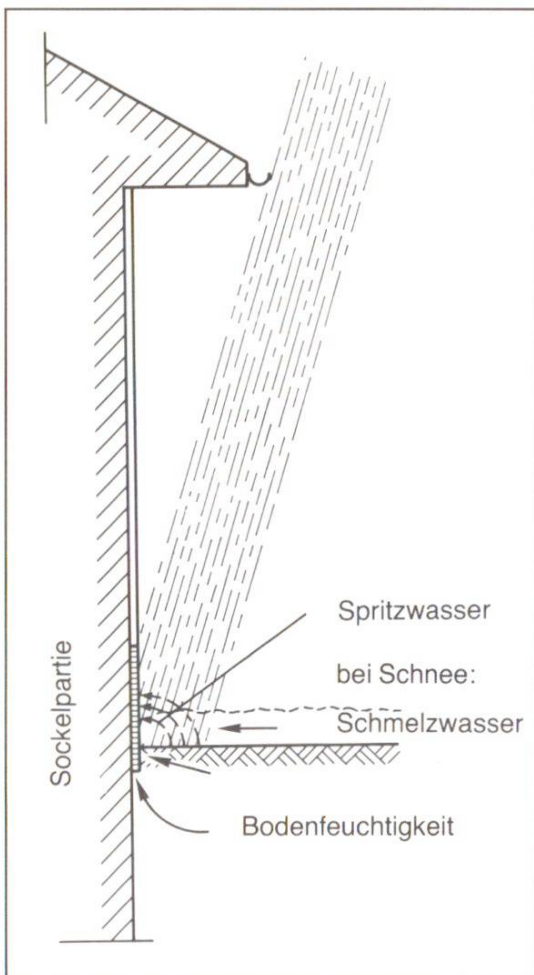

Abb. 15 Beanspruchung der Sockelpartie.
**Sockelbereich.** Oft weist der Sockelbereich schon früh Schäden auf und gibt Anlass zu Beanstandungen. Er wird dreifach beansprucht (Abb. 15):